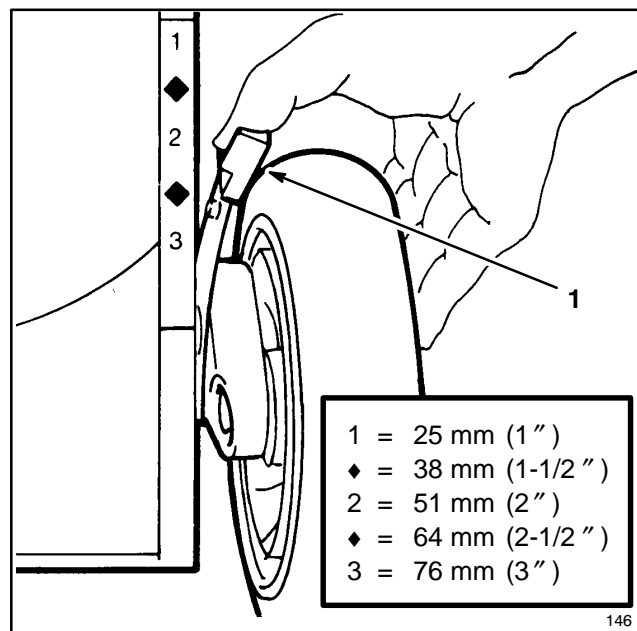

Figure 14
2. Afin de faciliter le réglage, soulevez le carter sans mettre les mains sous la plaque de manière à ce que la roue ne touche plus le sol. Serrez le levier de réglage vers la roue et déplacez à l'ajustement désiré (fig. 14). Assurez-vous que la cheville du levier de réglage s'engage dans l'encoche du carter. Réglez toutes les roues à la même hauteur.
2. Régler sur "3" la position de hauteur de coupe des quatre roues (fig. 14).